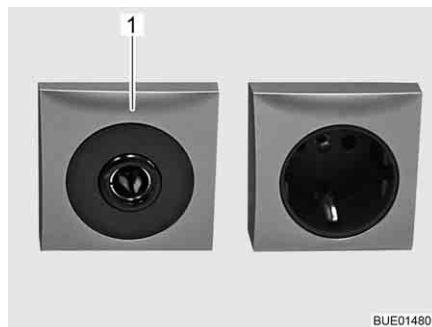

Bild 128 Steckdose 12 V/10 A
- ▷ An die Steckdosen (Bild 128,1) des 12-V-Bordnetzes nur Geräte mit maximal 10 A anschließen.